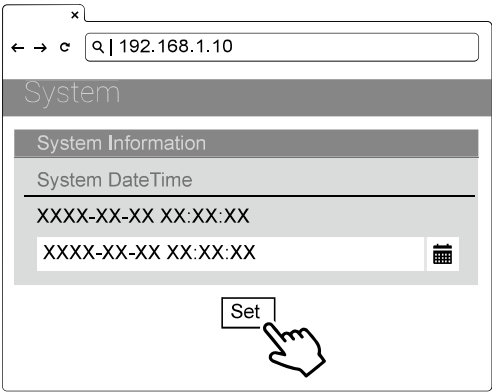

Figura 42. Setare dată/oră
5) Selectați SET și așteptați până când apare fereastra de finalizare. A se vedea Figura 42.